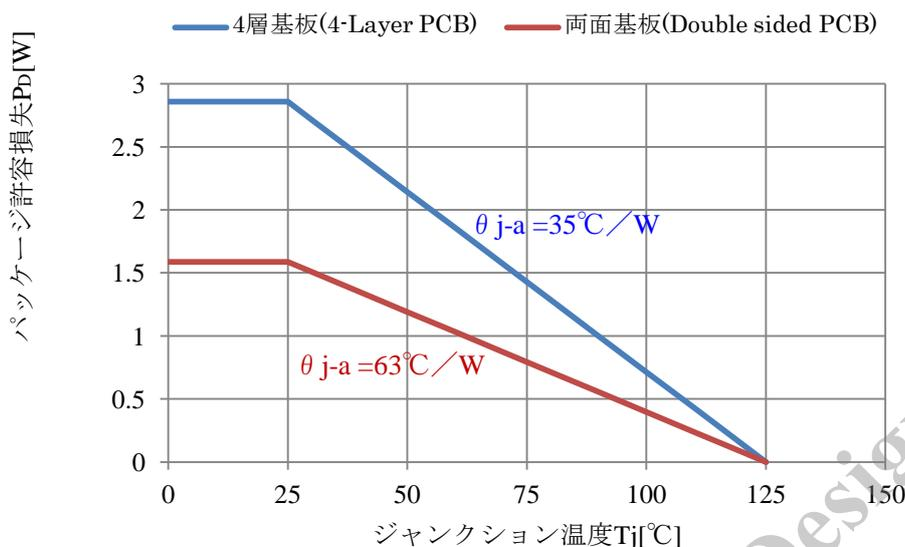

図 1. LC5830K 熱減定格
(1) 但し、ジャンクション温度により制限。
(2) 但し、過熱保護検出温度は約 165°C となる。
(3) 図 1 の熱減定格以内で使用する必要があります。
(4) 図 1 の熱減定格以内で使用する必要があります。
注 2: 図 1 の熱減定格は、実装基板の最高使用温度=130°Cを考慮して、ジャンクション温度  $T_j=125^\circ\text{C}$  で算出しています。